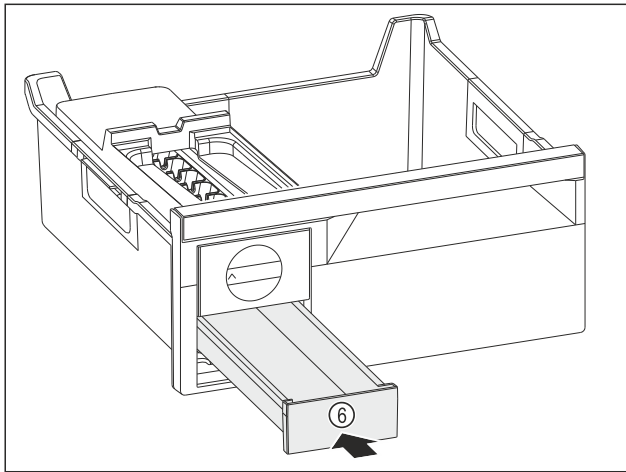

Fig. 135
- ▶ Eiswürfelschubfach Fig. 135 (6) einschieben.